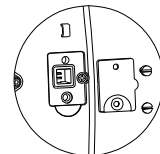

Figure 4-2. Broches LFT.
2. Démontez le couvercle de sécurité sous la balance afin d'accéder aux deux broches situées dans un logement (reportez-vous à la figure 4-2). Raccourcissez ces broches (un tournevis plat peut être utilisé), tout en mettant la balance **ON**. La balance effectuera une procédure de démarrage et l'affichage présentera ensuite l'état en cours [LFT] (LFT ARRÊT, déverrouillé) ou (LFT MARCHÉ, verrouillé) ; appuyez sur la touche **No** pour modifier ce réglage ou sur la touche **Yes** pour le confirmer.